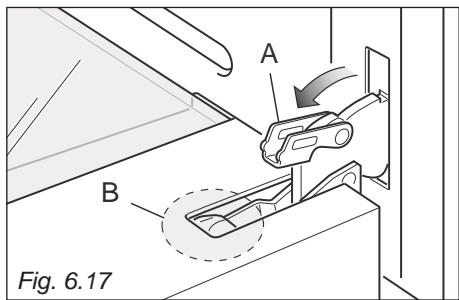
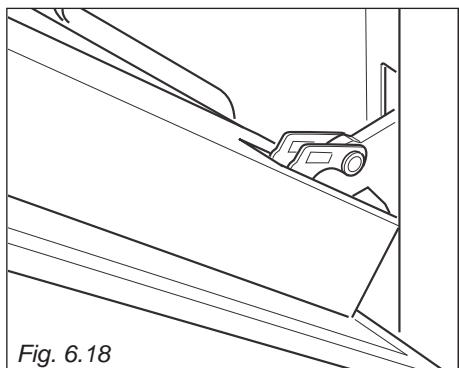

Fig. 6.17
Fig. 6.18
- Ouvrez entièrement le levier "A" sur les charnières de gauche et de droite (fig. 6.17).
- Refermez doucement la porte (fig. 6.18) jusqu'à ce que les charnières gauche et droite s'accrochent sur la partie "B" de la porte (fig. 6.17).